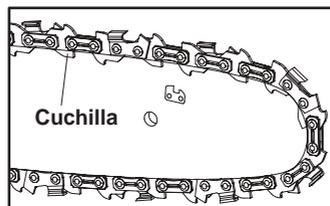

Fig. 9
4. Extienda la cadena (15) con los filos de la cadena orientados en la dirección de rotación.
Deslice la cadena (15) en la ranura alrededor de la espada (14). Asegúrese de que la cadena (15) se instala en la dirección de rotación correcta (Fig. 9).